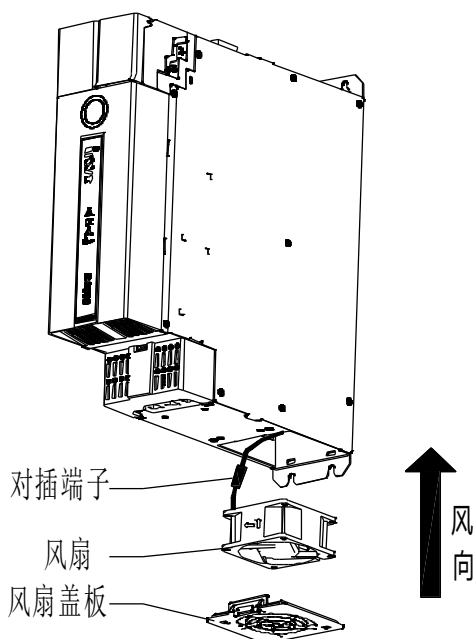

图 10.1 7.5kW（含）以上逆变风扇维护示意图
- 5、将新的冷却风扇装入变频器内；并按照相反的顺序将风扇线缆对插端子接好，将风扇塞进风扇安装机箱对应位置，扣上风扇盖板，请注意风扇的风向与变频器风向保持一致，如图 10.1 所示：